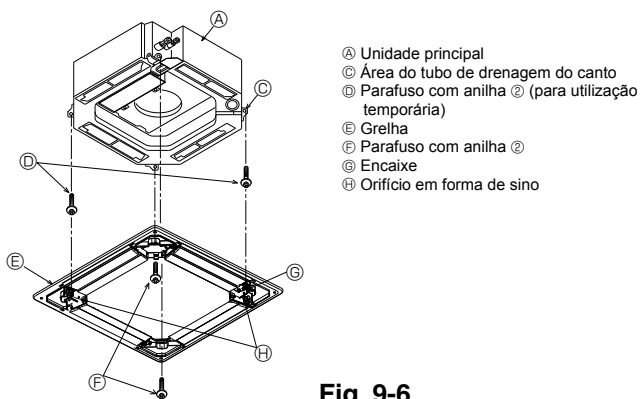
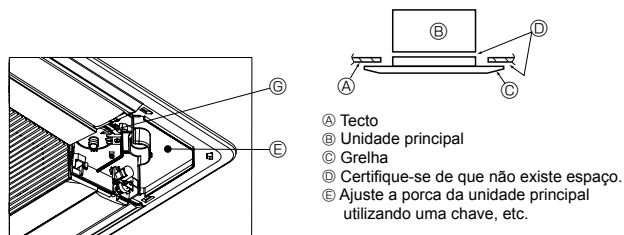

Fig. 9-6
Fig. 9-7
9.4.2. Instalação temporária da grelha (Fig. 9-6)
- Fixe temporariamente a grelha utilizando os orifícios em forma de sino, inserindo o encaixe da grelha marcada ⑥ na área do tubo de drenagem de canto da unidade principal.
9.4.3. Fixação da grelha (Fig. 9-7)